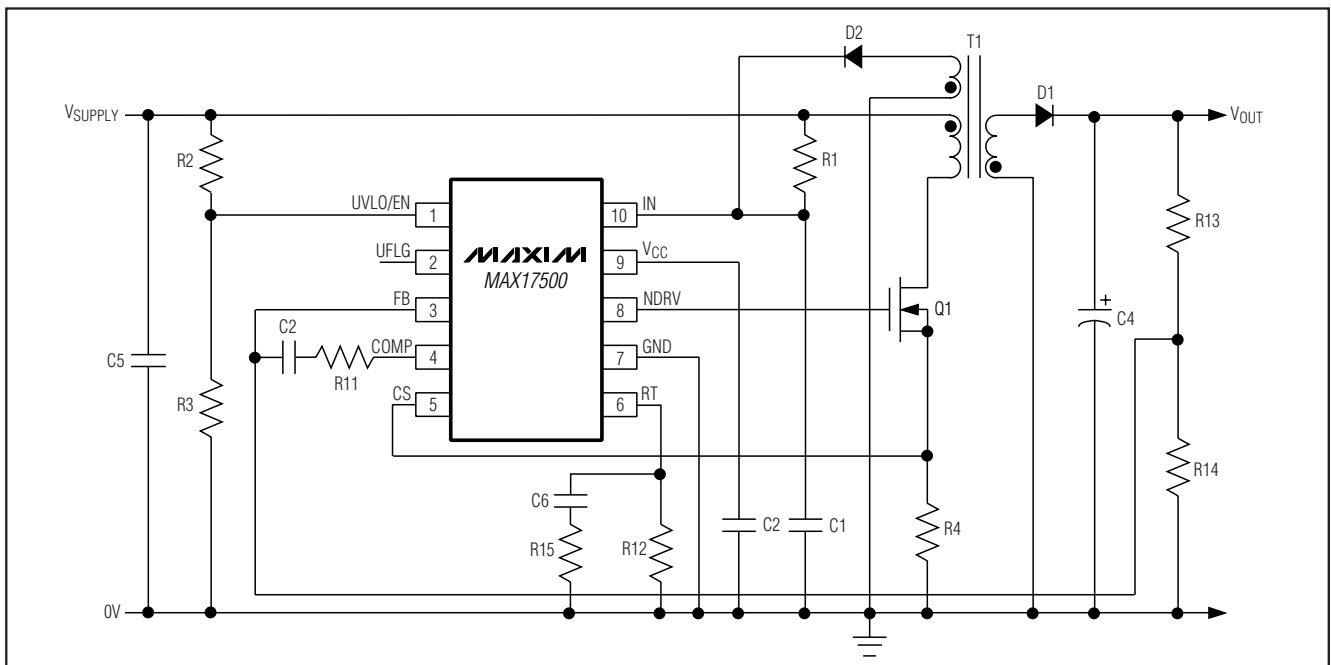

图1. 非隔离电源，可编程输入电源开启电压
**Note 2:** The MAX17500 is intended for use in universal input power supplies. The internal clamp circuit at IN is used to prevent the bootstrap capacitor (C1 in Figure 1) from charging to a voltage beyond the absolute maximum rating of the device when UVLO/EN is low (shutdown mode). Externally limit the maximum current to IN (hence to clamp) to 2mA maximum when UVLO/EN is low. Clamp currents higher than 2mA may result in a clamp voltage higher than 30V, thus exceeding the absolute maximum rating for IN. For the MAX17499, do not exceed the 24V maximum operating voltage of the device.
MAX17500适用于通用输入(85V交流至265V交流整流电压)或电信(-36V直流至-72V直流)电源；MAX17499适用于低输入电压(9.5V直流至24V直流)电源。器件内部在IN端提供一个钳位电路，以防止输入电压超过绝对最大额定值(参见*Electrical Characteristics*表的注释2)。当器件通过一个电流泄漏电阻(图1中的R1)从高输入电压启动，并且UVLO/EN输入为低电平时，输入钳位。钳位电路能够安全吸收2mA电流。
MAX17500电源设计采用大阻值启动电阻R1，对储能电容C1进行充电(参见图1)。在初始化过程中，电压低于内部自举UVLO门限时，器件典型静态电流仅为50 $\mu$ A。这种低启动电流和较大的自举UVLO滞回有助于降低R1的功耗，即使R1连接在通用交流输入电压(265V交流)的高侧。
使用UVLO/EN输入对输入电源启动电压进行编程。例如，对于36V至72V的电信电压范围，较合理的启动电压一般为34V。使用下列公式计算电阻分压器的R2和R3(参见图1)：
电阻R1对C1充电，达到中间电压值。在这一点，内部稳压器开始对C2充电(参见图1)。MAX17500仅通过R1消耗 $50\mu\text{A}$ 的电流，其余输入电流对C1和C2充电。当 $V_{CC}$ 电压达到大约9.5V时，C2停止充电，而C1上的电压继续上升，直到达到21.6V的唤醒电压为止。一旦 $V_{IN}$ 超过自举UVLO门限，NDRV开启MOSFET，将能量传递给第二和第三绕组输出。如果第三绕组输出电压超过了9.74V(自举UVLO的低门限值)，则启动完成，并开始正常工作。如果在启动完成之前， $V_{IN}$ 降至9.74V以下，器件返回至低电流UVLO。在这种情况下，应增大C1值，以存储足够的能量，建立第三绕组的电压。
MAX17499A/MAX17500A和MAX17499B/MAX17500B具有可编程的输出开关频率，其设置范围分别为25kHz至625kHz和12.5kHz至625kHz。利用下式确定合适的R12阻值(参见图1)，以便在NDRV输出上产生所需的输出开关频率( $f_{SW}$ )：
其中，R12是连接在RT和GND之间的电阻(参见图1)。
如图1所示，将一个RC网络与R12并联。RC网络由一个100nF电容C6(实现稳定性)和电阻R15串联构成，电阻的作用是为了进一步降低抖动。使用下列公式确定R15的取值：
器件具有一个内部误差放大器，在非隔离电源应用中対输出电压进行稳压(参见图1)。对于图1所示电路，使用下式计算输出电压：
连接在MOSFET源极和地之间的电流检测电阻(图1中的R4)设置电流限制。限流比较器的电压触发电平( $V_{CS}$ )为1V。使用下式计算R4：
MAX17500唤醒后，IN端的旁路电容C1立即提供电流(参见图1)。C1的大小以及第三绕组的连接配置决定了启动周期数。大容量C1会增加启动时间，但是在启动时也提供了支持更多周期数的栅极电荷。如果C1容量过小， $V_{IN}$ 可能会降至9.74V以下，这是因为NDRV没有足够的时间进行开关，在第三绕组输出上无法建立足够的器件供电电压。器件返回UVLO，不启动。C1和C2应采用低泄漏电容。
上述启动方法适用于图1类似电路。在该电路中，第三绕组与输出绕组相位相同。因此，第三绕组在任何时间的电压都与输出电压成正比，并与输出电压经历相同的软启动周期。C1从21.6V至9.74V的最小放电时间必须大于5.6ms的软启动时间。